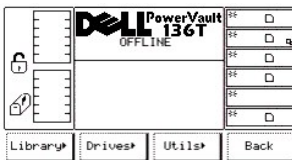

Abbildung 63. Main-Menü > Setup-Menü
- 1 Das Setup-Menü wird angezeigt. Dieses Menü bietet vier Auswahlmöglichkeiten (siehe Abbildung 63).